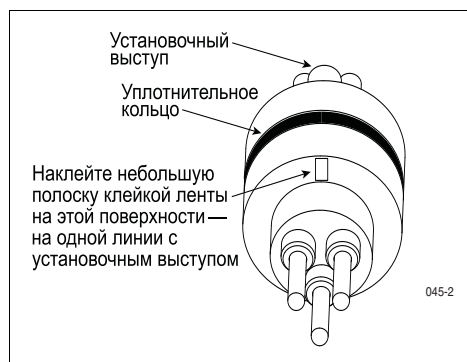

Рис. 35. Наклеивание метки совмещения в виде полоски клейкой ленты на переднюю часть вилки разъема
12. Наклейте небольшую полоску клейкой ленты на стороне выводов разъема — на одной линии с установочным выступом (см. рис. 35).